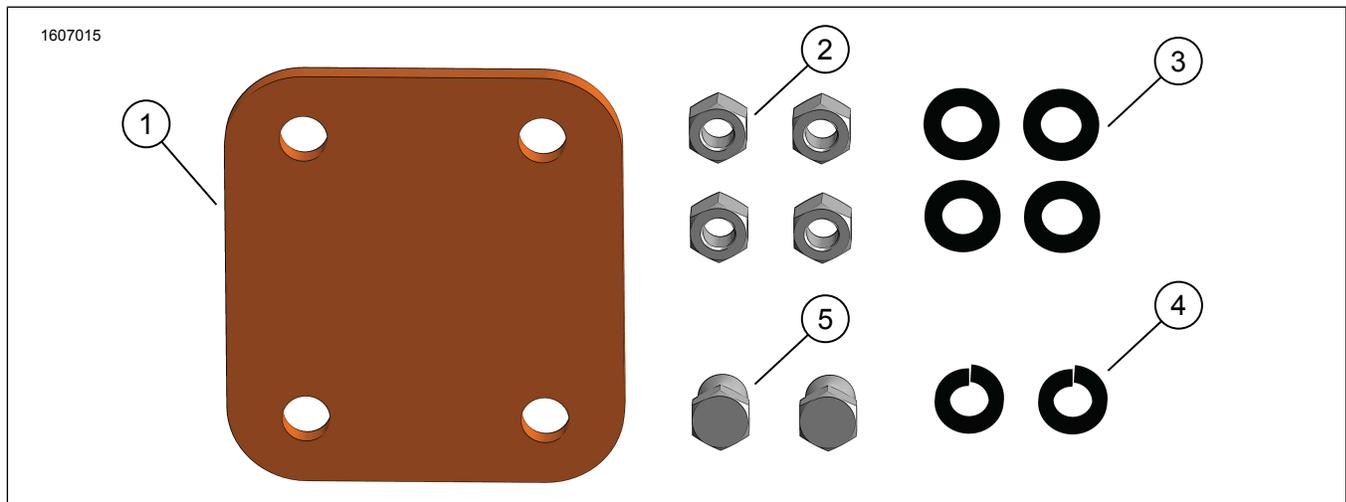
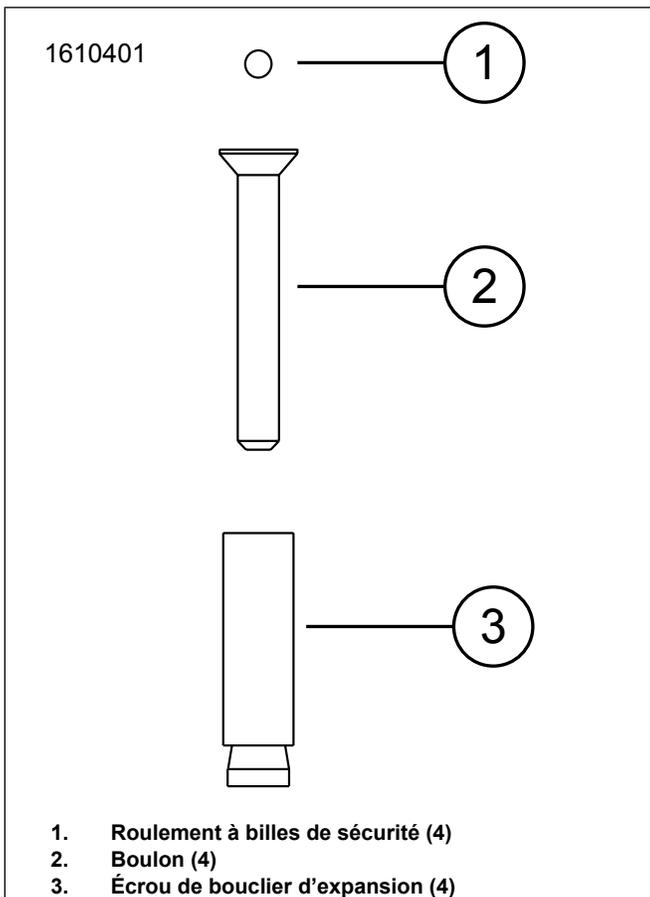
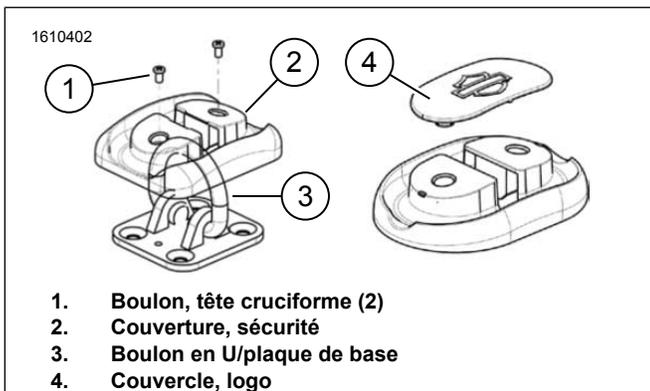

Figure 1. Contenu du kit : Trousse d'installation d'ancrage de sécurité
Figure 5. Roulement à billes de sécurité durci
Figure 6. Installation de l'ancrage de sécurité
1. Voir la Figure 6. Retirez le couvercle (4) en plaçant un tournevis à tête plate sous la fente lentement (des deux côtés) jusqu'à ce qu'il sorte.
2. Tracez le contour de la plaque de base (3) et le point central d'un trou avec un crayon feutre à l'emplacement souhaité.
3. Voir la Figure 1. Prenez la plaque de montage (1) et vérifiez sous le véhicule ou la remorque pour vous assurer qu'elle n'interfère pas avec les conduites de gaz ou les conduites électriques.
4. Voir la Figure 1. Revérifiez pour vous assurer que la plaque de montage (1) n'est pas obstruée en dessous.
6. Voir la Figure 6. Placez la plaque de base (3) sur la marque esquissée faite plus tôt.
19. Voir la Figure 5. Installez le roulement à billes de sécurité (1) dans la cavité du boulon à tête hexagonale (2).
- a. Avec le marteau, appuyez sur les écrous de bouclier d'expansion (3) aussi loin qu'il ira.
20. Répétez l'étape (19) pour les trois boulons restants.
21. Voir la Figure 6. Installez le couvercle (2) sur le boulon en U (3) sur la plaque de base.
22. Voir la Figure 6. Installez des boulons (1). Serrez jusqu'à ce qu'ils soient serrés.
23. Voir la Figure 6. Installez le couvercle (4) et les bouchons dans les trous ouverts.